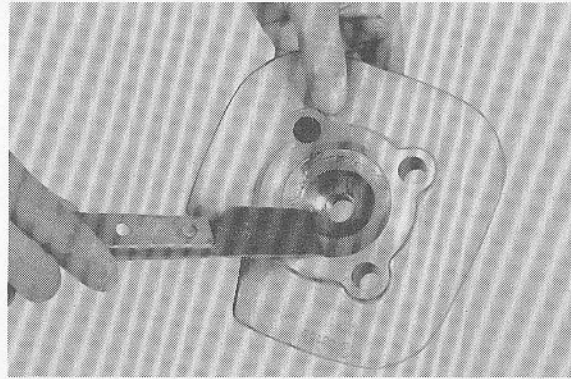

Fig. 3-3-1
2. Using a rounded scraper, remove carbon deposits from combustion chamber. Take care to avoid damaging the spark plug threads. Do not use a sharp instrument; avoid scratching aluminum. (Fig. 3-3-1)
2. En utilisant un grattoir rond, enlever les dépôts de carbone de la chambre de combustion. Prendre garde d'endommager le filetage de la bougie d'allumage. Ne pas utiliser un instrument tranchant; éviter de rayer l'aluminium. (Fig. 3-3-1)